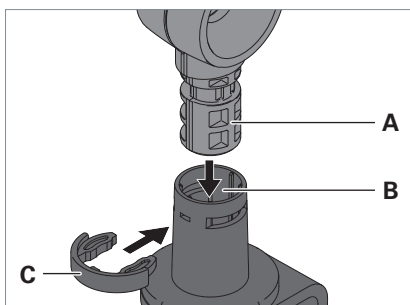

Fig. 4: Monter le luminaire sur la pince de table.
- ▶ Introduisez le tourillon **A** situé sur la tige du luminaire dans l'orifice **B** de l'élément de fixation, voir Fig. 4.